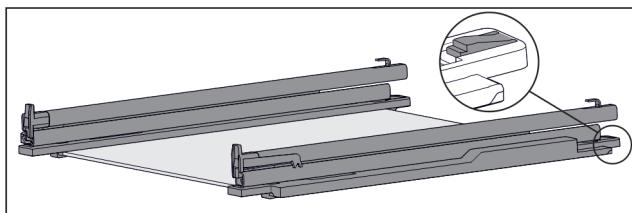

Fig. 50 Стеклянная пластина с направляющими и крепежными элементами
- ▶ Крепежный элемент сзади прижмите вниз (см. *Fig. 50*) и одновременно отодвиньте направляющую назад.